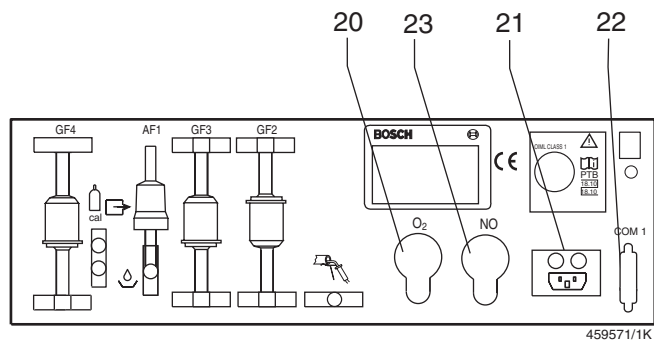

Figure 2, vue de derrière:
Il est possible d'équiper l'appareil de mesure avec un émetteur de signal NO. Ce capteur-émetteur se visse au dos de l'appareil, à l'endroit prévu à cet effet (Fig. 2, pos. 23) (voir la notice d'incorporation 1 689 978 360 du kit d'équipement ultérieur 1 687 001 440). Le dispositif de mesure du NO subit une calibration automatique par rapport à l'air. Un rajustage régulier avec du gaz de contrôle NO est nécessaire. Il est possible de désactiver la mesure. L'émetteur du signal NO est une pièce d'usure.